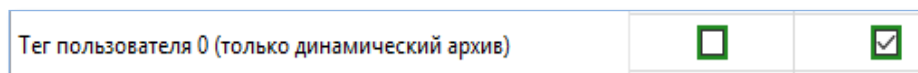

Рисунок 14. Настройки на вкладке «Протокол»
- Установите в настройках основного пакета галочку в поле «Тэг пользователя 0» (Рис. 14);